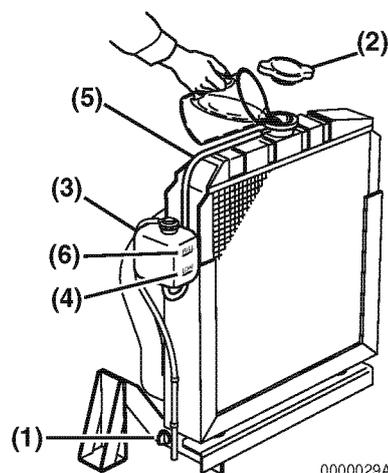
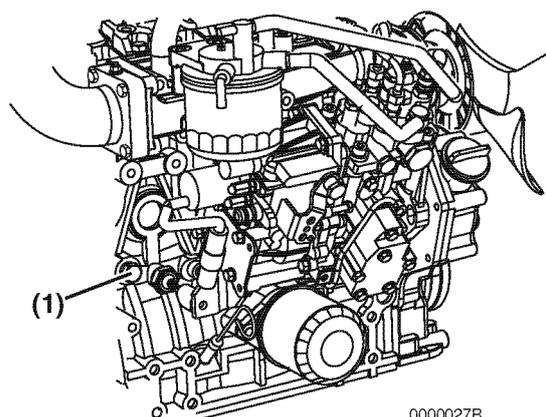
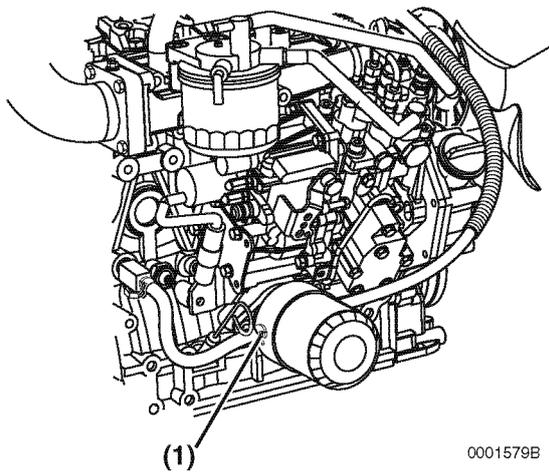

Abbildung 5
Abbildung 6
Abbildung 7
1. Sicherstellen, dass die Kühlerablassschraube eingesetzt und festgezogen oder der Ablasshahn (**Abbildung 5, (1)**) geschlossen ist. Ebenfalls sicherstellen, dass der Kühlmittelablassstopfen (**Abbildung 6, (1)**) im Zylinderblock geschlossen ist und die Kühlmittelschläuche (**Abbildung 7, (1)**) am Ölkühler montiert sind.
2. Den Kühlersverschlussdeckel (**Abbildung 5, (2)**) durch Drehen gegen den Uhrzeigersinn um etwa eine 1/3-Drehung abschrauben.
4. Den Kühlverschlussdeckel (**Abbildung 5, (2)**) wieder aufsetzen. Die Laschen an der Unterseite des Verschlusses an den Aussparungen am Einfüllstutzen ausrichten. Hinunterdrücken und Verschluss eine 1/3-Drehung im Uhrzeigersinn drehen.
5. Den Deckel des Reservebehälters (**Abbildung 5, (3)**) abnehmen und bis zur Markierung LOW (NIEDRIG) (COLD) (KALT) (**Abbildung 5, (4)**) mit Kühlmittel füllen. Verschluss wieder aufsetzen.
6. Den Schlauch (**Abbildung 5, (5)**), mit dem der Reservebehälter (**Abbildung 5, (3)**) am Kühler verbunden ist, überprüfen. Auf sichere Verbindungen und auf Risse oder Schäden überprüfen. Bei schadhaftem Schlauch läuft das Kühlmittel aus anstatt zurück in den Ausgleichsbehälter.
7. Motor laufen lassen, bis Betriebstemperatur erreicht ist. Den Stand des Kühlmittels im Reservebehälter überprüfen. Wenn der Motor läuft und das Motorkühlmittel seine normale Temperatur hat, sollte der Kühlmittelstand im Reservebehälter an oder in der Nähe der Markierung FULL (VOLL) (HOT) (HEISS) stehen (**Abbildung 5, (6)**). Sollte der Flüssigkeitsstand nicht bis zur Markierung FULL (HOT) reichen, muss Kühlf Flüssigkeit nachgefüllt werden.
1. Kühlmittelfüllstand im Ausgleichsbehälter überprüfen. Wenn der Motor kalt ist, sollte das Kühlmittel im Behälter an oder etwas über der Markierung LOW (NIEDRIG) (COLD) (KALT) (**Abbildung 5, (4)**) am Kühlmittelreservebehälter stehen.
Wenn das Kühlmittel bei kaltem Motor an der Markierung FULL (VOLL) (HOT) (HEISS) (**Abbildung 5, (6)**) steht, expandiert das Kühlmittel, wenn es heiß wird und kann aus dem Überlaufschlauch spritzen.